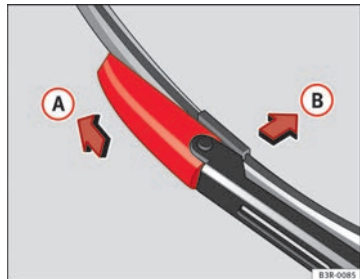

Fig. 181 Extraer la escobilla
- Desplace el elemento de bloqueo de la escobilla en la dirección de la flecha → fig. 181 (A). Aguante al mismo tiempo la escobilla.
- Saque la escobilla (B) del alojamiento del brazo del limpiaparabrisas.